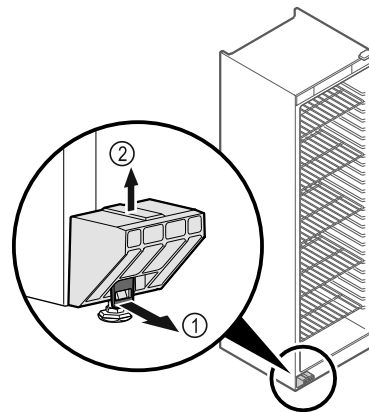

Fig. 6
- ▶ Nakładkę Fig. 6 (1) pociągnąć do przodu.
- ▶ Zabezpieczenie transportowe Fig. 6 (2) pociągnąć w górę i zdjąć.